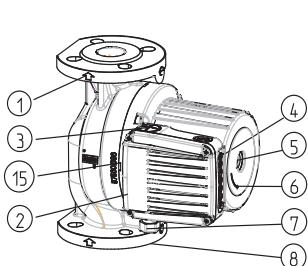
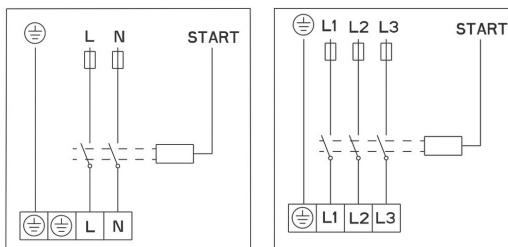

Fig.2
Fig. 4
- Direcția debitului de apă din pompă trebuie să se potrivească cu direcția indicată de săgeata de pe carcasa pompei (Fig.2-POS.1).
- Flanșele de racord sunt proiectate pentru presiunea nominală NP 6/10 (Fig.2 – POS.8)
- Pompele GHN (basic, auto), GHNM (basic, auto) au o singură carcasa hidraulică (Fig.2 – POS.8).
Carcasa hidraulică a pompei poate fi izolată numai până la fanta dintre motor și carcasa hidraulică. Deschiderile pentru scurgerea condensului trebuie să rămână neacoperite pentru a permite drenarea din carcasa statorului. În mod similar, aceleasi deschideri trebuie să fie descoperite și la sistemele de încălzire, când se va efectua numai izolarea termică a carcasei hidraulice (Fig. 2, 3, POS. 15). Carcasa motorului electric, pe care sunt dispuse deschiderile pentru drenarea condensului, nu trebuie să fie izolată în nici un caz!
Cablajul trebuie conectat prin intermediul unei presetupe de cablu M20 (Fig.2 – POS.7).
Conexiunile electrice ale pompei trebuie efectuate în conformitate cu diagrama de conexiuni (Fig. 4) atașată pe spatele capacului motorului. Înainte de a face acest lucru, desfaceți capacul superior (Fig.2 - POS. 2).
La pompele de tip GHN (basic, auto), GHND (basic, auto), GHNM (basic, auto), GHNMD (basic, auto) rotorul este imersat și dotat cu lagăre speciale gresate cu apă. Înainte de a pune pompa în funcțiune, aceasta trebuie umplută cu apă și dezaerată. Dezaerați pompa prin desfacerea șurubului de la spatele motorului electric (Fig.2-POS.5). Aerul va ieși prin fanta dintre arborele motorului și lagăr. Când apa începe să curgă pe aici, închideți vanele atât la partea de aspirație cât și de refulare a pompei. Porniți pompa și verificați direcția de rotație a axului. În cazul unei direcții de rotație greșite, va începe să clipească un bec cu lumină roșie.
Deconectați pompa de la curent, închideți vanele de pe ambele părți ale pompei (aspirație și refuzare), deșurubați șurubul de la orificiul de dezaerare, plasați șurubelnița (Fig.2-POS.5) în canelura arborelui și răsuciți atât cât permite forța de frecare. Apoi înșurubați înapoi șurubul de la orificiul de dezaerare.